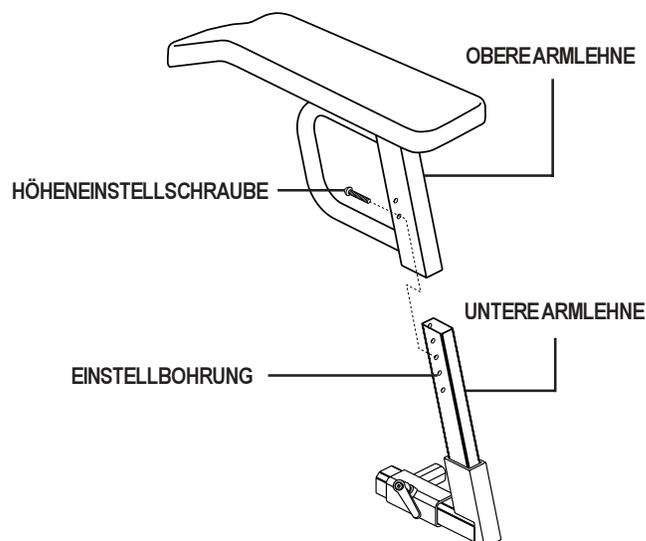

Abbildung 14. Einstellung der Armlehnenhöhe
1. Entfernen Sie die Höheneinstellschraube aus der Armlehne. Siehe Abbildung 14.